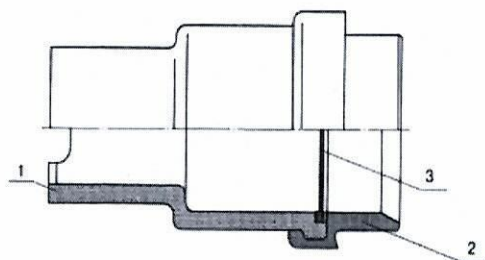

Рис. 3. НАСАДКА ПЕНООБРАЗУЮЩАЯ
9.3. Устройство насадки пенообразующей. Насадка пенообразующая (Рис. 3) состоит из корпуса (1), сопла (2) и сетки, залитой в полиэтиленовое кольцо (3).